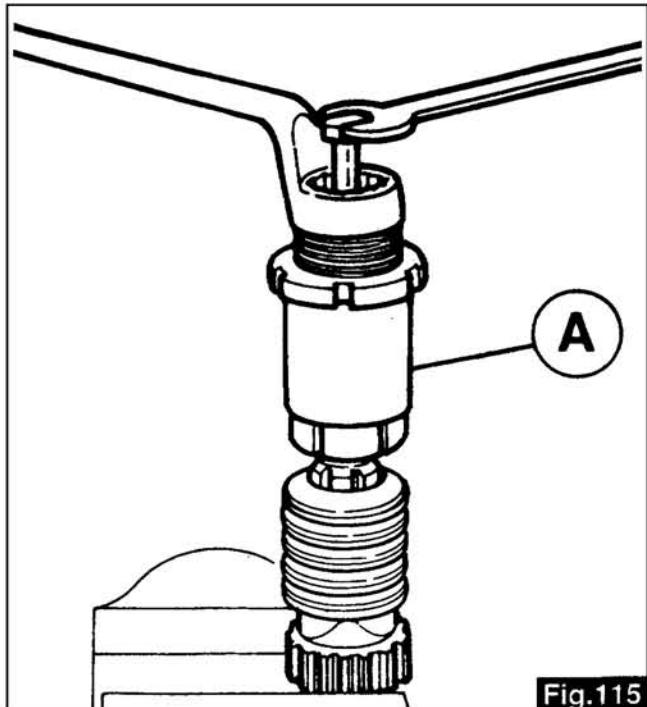
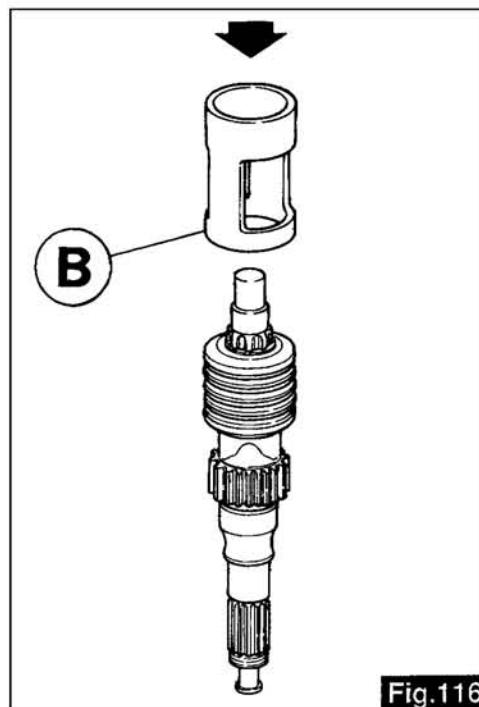
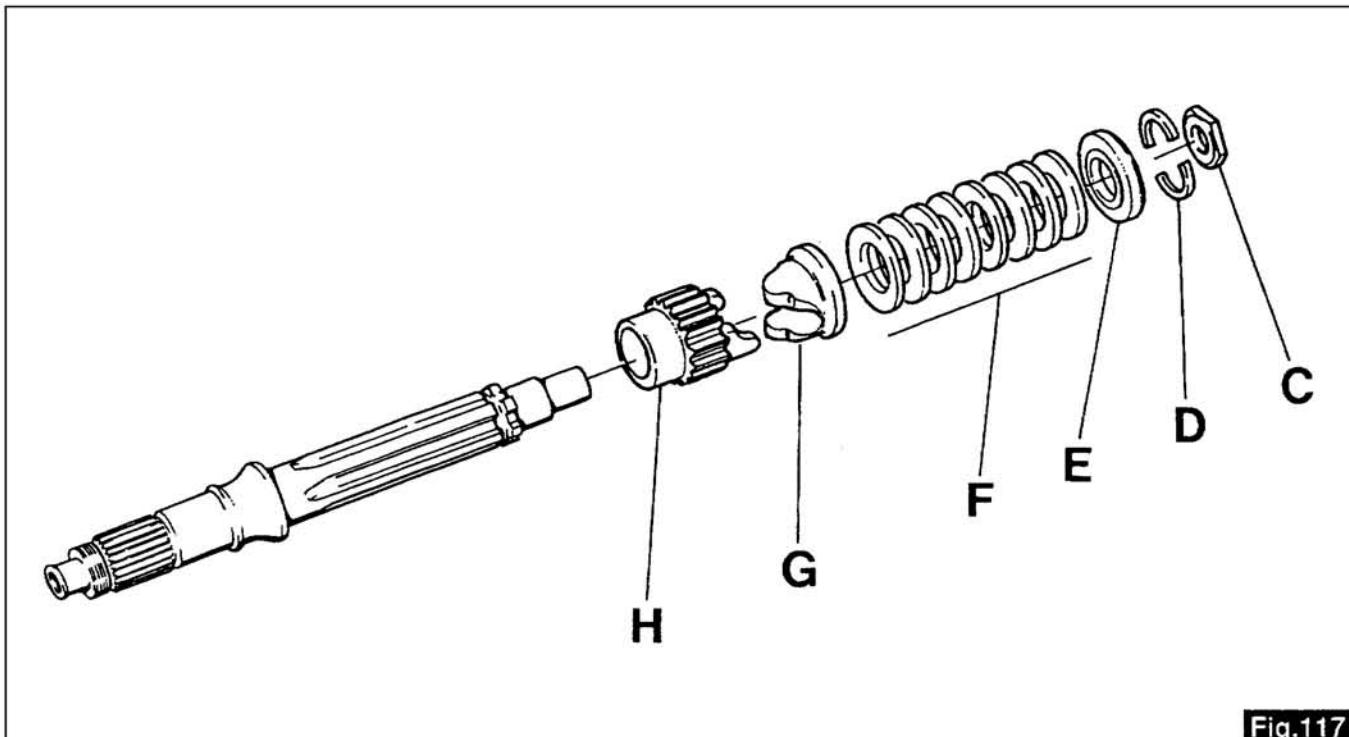

Fig.115
Fig.116
Fig.117
■ à l'aide de l'extracteur code 14 92 85 00 («A» fig.115) sortez le chemin de roulement interne du roulement à rouleaux et l'écrou d'épaisseur («C» fig.117).
■ placez ensuite l'arbre sur une presse et à l'aide de l'extracteur code 12 90 59 00 («B» fig.116) comprimez les ressorts de manière à pouvoir dégager les deux plaquettes d'arrêt («D» fig.117) de la coupelle et déposez dans l'ordre:
■ mit dem Auszieher Nr. 14 92 85 00 («A» auf Abb.115) die Innenlaufbahn des Rollenlagers und die Mutter («C» auf Abb.117) herausziehen.
■ anschließend Kupplungswelle auf eine Presse setzen und mit dem entsprechenden Auszieher Nr. 12 90 59 00 («B» auf Abb.116) den Federn soweit zusammendrücken, bis die beiden Tellerdichtungshälften («D» auf Abb.117) der elastischen Kupplung abgenommen werden können und folgende Teile abnehmen: